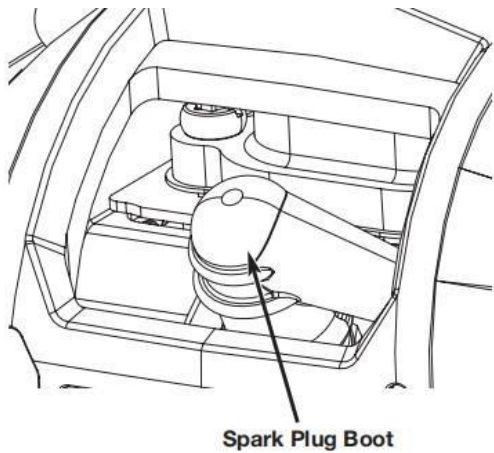

Fig. 14
- 2) Pak de bougiedop stevig vast en trek hem van de bougie af (Fig. 14).